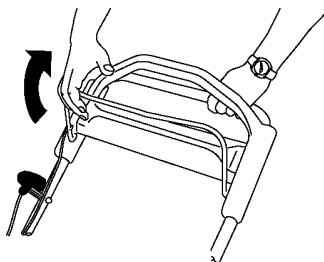
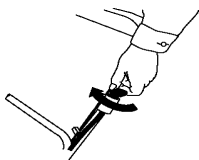

Рисунок 15
Рисунок 16
1. Удерживайте штангу управления ножом прижатой к рукоятке (Рисунок 15).
3. Поверните ключ зажигания (Рисунок 15) (только для моделей с электрическим запуском) или потяните за ручку стартера (Рисунок 16).